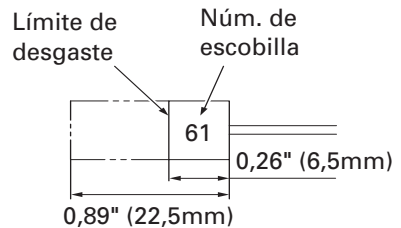

Fig. 6
4. Inspecci3n de la escobillas (Fig. 6)
NOTA: Utilice las escobillas HITACHI N3m. 61 indicadas en la Fig. 6.